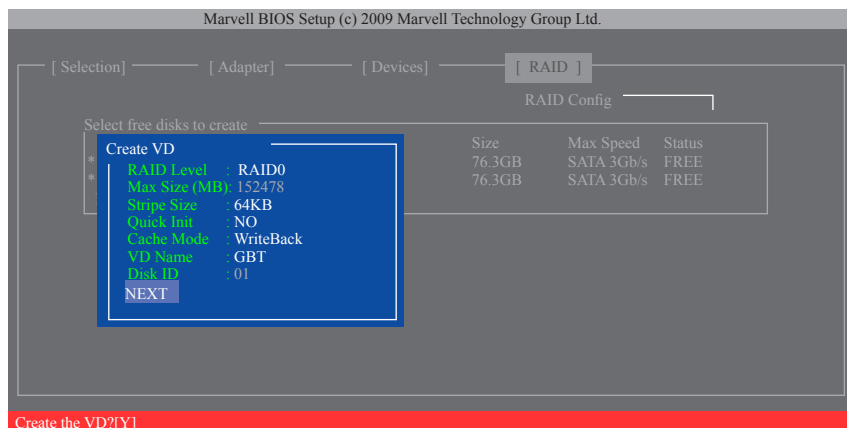

図7
6. **NEXT:** 上の設定を完了した後、**NEXT** に移動して<Enter>を押しアレイの作成を開始します。確認を求められたら、<Y>を押して確認するか<N>を押してキャンセルします(図7)。